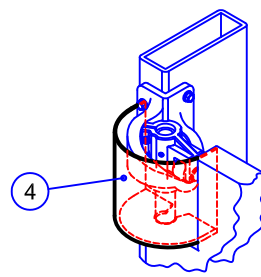
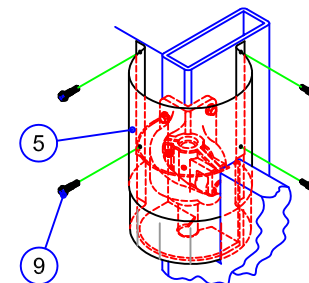

Figure 9
Figure 10
SNAP THE SOLID RISER ④ OVER THE UPPER HINGE POST AND UNDER THE V-CAM ① SEE FIGURE 9. LOCATE THE UPPER HINGE SEAL ⑤, AND WRAP IT "LOOSELY" AROUND THE SOLID RISER, SEE FIGURE 10. LET THE BOTTOM OF THE HINGE SEAL ⑤ BARELY TOUCH THE INSIDE BOTTOM OF THE HINGE CUTOUT.